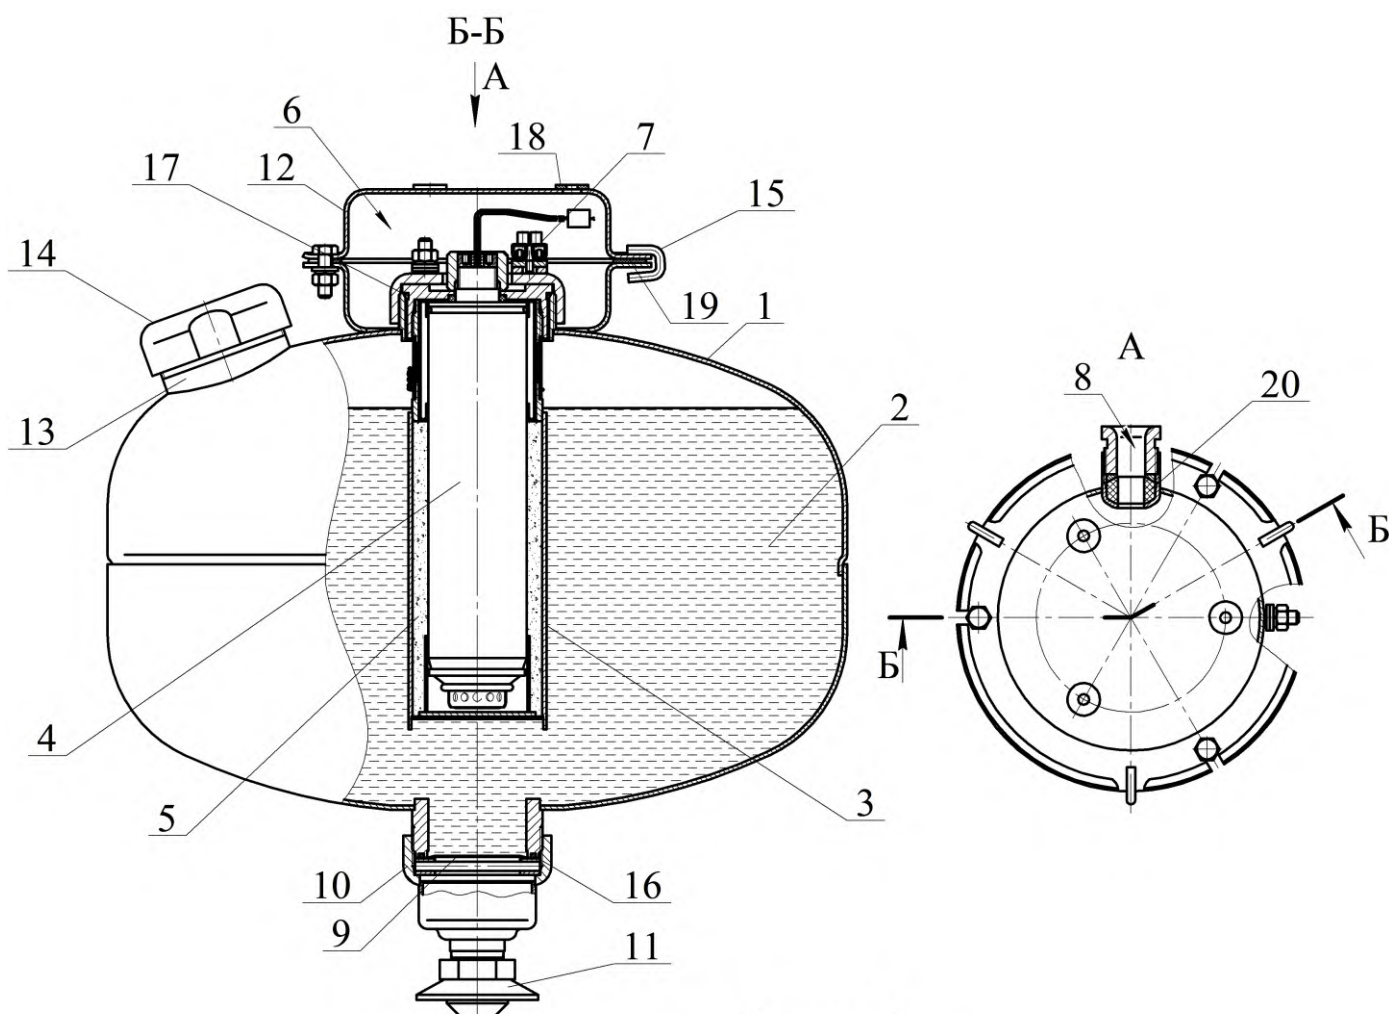

Рисунок 1
1.4.1.1 МУПТВ (см. рисунок 1) состоит из корпуса **1**, заправленного жидким ОТВ **2**, в котором размещено газогенерирующее устройство **3**. В герметичный корпус газогенерирующего устройства со степенью защиты IP68 установлен ИХГ **4** с элементом электропусковым. Зазор между ИХГ корпусом газогенерирующего устройства заполнен пористым искрогасящим материалом **5**. Соединительные провода элемента электропускового ИХГ выведены в коробку **6** через герметизированный узел в корпусе МУПТВ, обеспечивающий требуемую (не ниже IP67) степень
После подачи на выводы элемента электропускового электрического импульса ИХГ **4** (см. рисунок 1) генерирует газ, который, проходя через пористый искрога-сящий материал, создает давление внутри корпуса МУПТВ для вскрытия мемб-раны **9** и выпуска через насадок-распылитель **11** в зону горения тонкораспыленной струи ОТВ.
2.1.3 Закрепить кронштейн **12** (см. рисунок 1) на потолке. Координаты отверстий в кронштейне приведены на рисунке 5.
2.1.5.1 Подготовка ОТВ для МУПТВ(Взр)-13,5-ГЗ-ВД($t^{\circ}\text{C} = +5_{\text{п}}$): залить в отверстие верхней горловины **9** (см. рисунок 1) воду (питьевую либо дистиллированную).
2.1.5.2.3 Полученный раствор ОТВ залить в отверстие верхней горловины **9** (см. рисунок 1). Для окончательного приготовления ОТВ открыть упаковку (упаковки) с жидкими добавками и залить их в отверстие верхней горловины **9**. Установить в отверстие горловины предохранительный клапан **10**. Сверху закрутить гайку до упора.
2.1.6 На выпускную горловину гайки **10** (см. рисунок 1) накрутить до упора насадок-распылитель **11**.